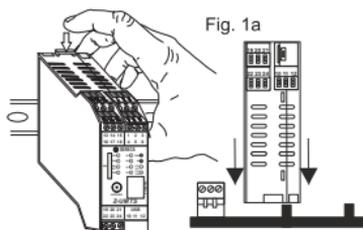

Fig. 1a
2) Introducir el conector trasero IDC10 del módulo en una ranura libre del accesorio para el carril DIN como se muestra en la fig. 1a. (La introducción es unívoca porque los conectores son polarizados).
3) Para fijar el módulo al carril OMEGA, apretar los dos ganchos ubicados a los lados del conector posterior IDC10 como se muestra en la fig. 1a.